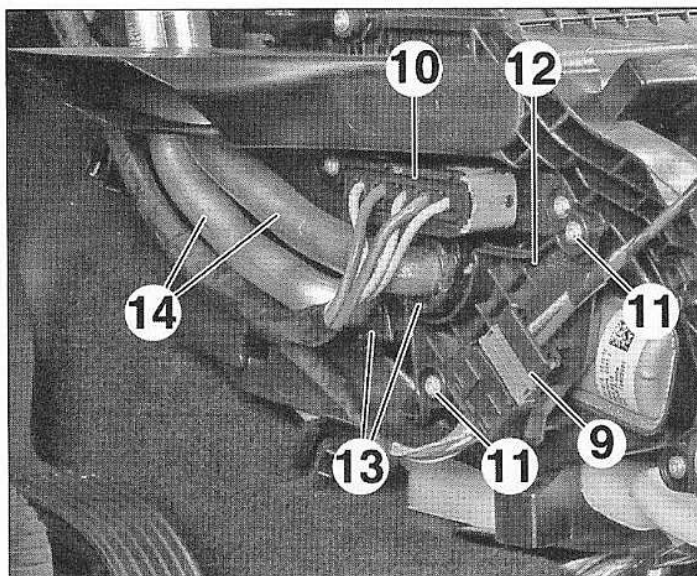

FIG.19
- Débrancher les connecteurs (9) et (10) (Fig.19).
- les vis (11),
- la platine (12),
- les agrafes (13).
- Ecarter les tuyaux (14).